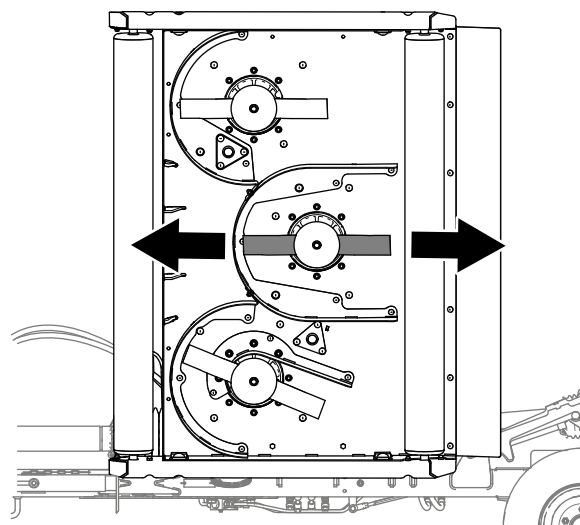

Figure 78
1. Pour chaque plateau de coupe dont vous réglez l'inclinaison, placez la lame centrale comme montré à la Figure 78.